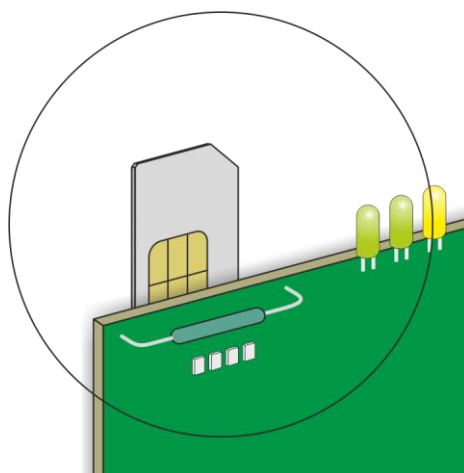

Рис. 1. Установка карты в картодержатель.
2.3.3 SIM-карту в картодержатель следует устанавливать как показано на рис.1.